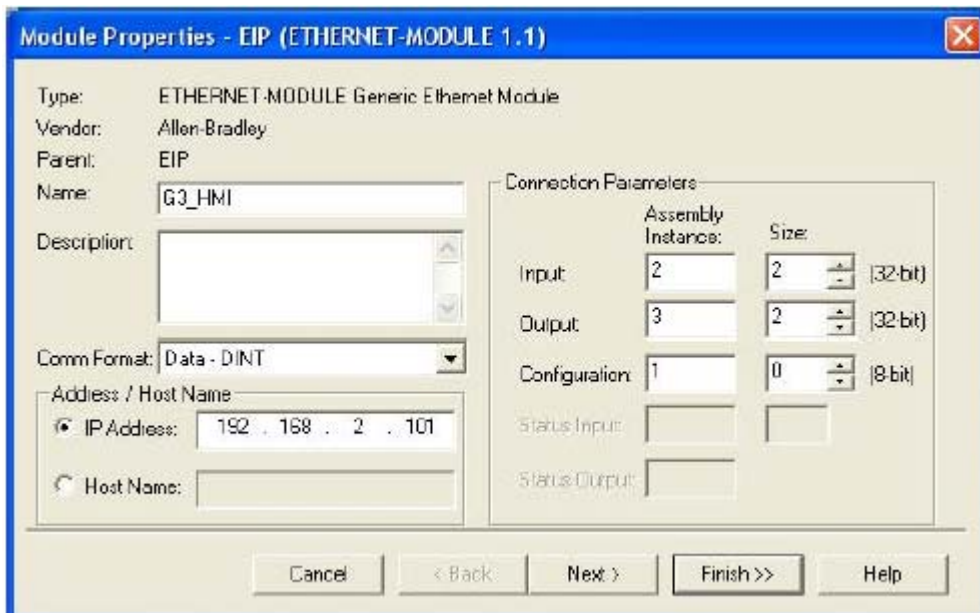

FIG. 72 : Propriétés du module Ethernet
- d. Cliquez sur OK. Ceci ouvre la fenêtre Propriétés du module. Voir la FIG. 72.
- e. Dans le champ Nom, entrez un nom de description pour identifier le module. Voir la FIG. 72.
1. **Paramètres Ethernet.** Configurez l'adresse IP sur 192.168.2.101. Celle-ci doit correspondre au nom de l'adresse/hôte entré à la FIG. 72.